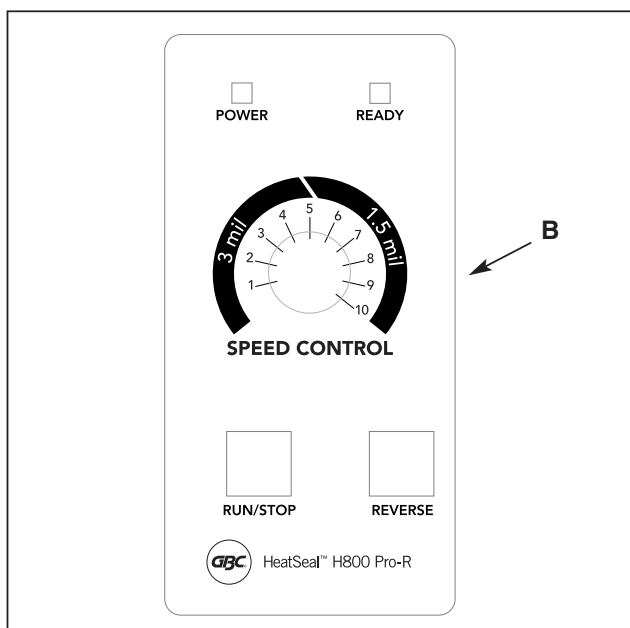

Figure 2
**B. CONTROL PANEL:** (Figure 2)
**POWER LAMP:** Indicates that the laminator is plugged in and the main power switch is in the "ON" (I) position.
**B. PANNEAU DE COMMANDE : (figure 2)**
**VOYANT D'ALIMENTATION :** indique que la plastifieuse est branchée et que l'interrupteur de courant principal est en position de marche « ON » (1).